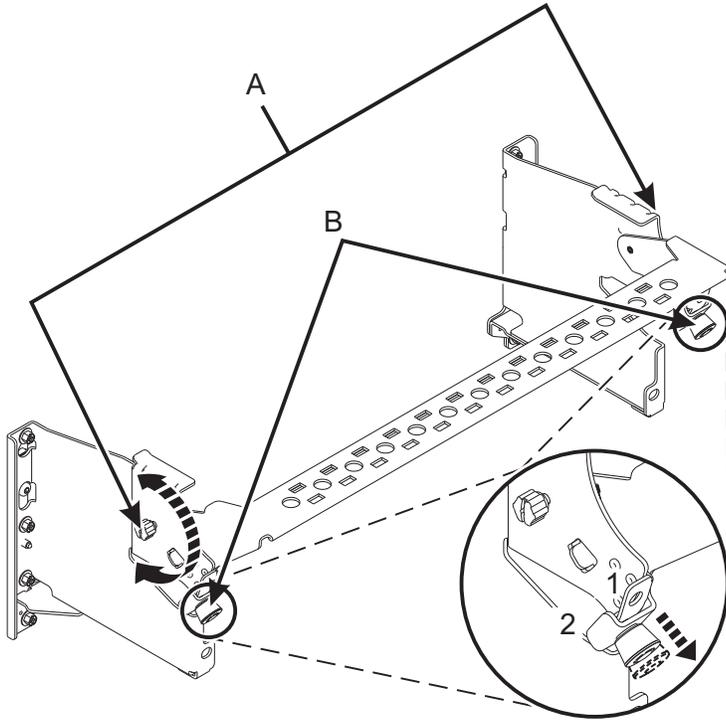

図 48. 操作位置へのケーブル管理ブラケットの設置
- 5. ケーブル管理ブラケットを操作位置に置きます。50 ページの図 48を参照してください。
- a. 1/4 回転ファスナー (B) を引き出し、ケーブル管理ブラケットを下げた位置まで移動させながら、それらのファスナーを回転させて解放します。
- b. 1/4 回転ファスナー (B) を回転させ、ブラケットにかみ合わせて所定の位置にロックします。
- c. つまみねじ (A) を時計回りに回して、ケーブル管理ブラケットを固定します。